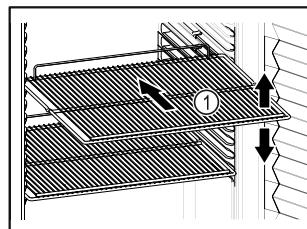

Fig. 71 Приближене відображення
- Якщо решітки для зберігання Fig. 71 (1) знімні, відрегулювати по висоті.